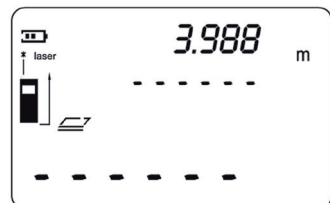

Fig. 9
4. Appuyez sur la touche «Read» pour afficher la longueur mesurée sur la première ligne de l'écran. (Fig. 9).